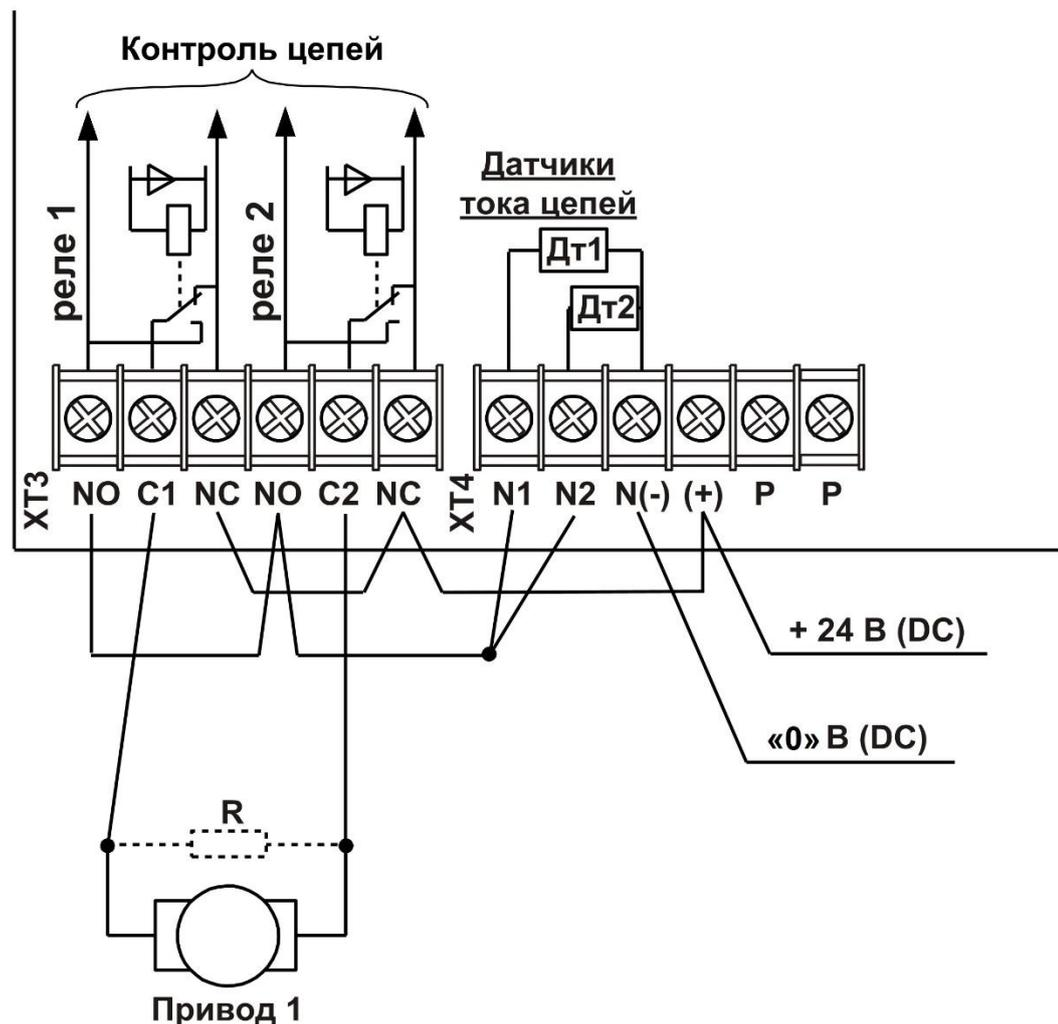

Рисунок 9 – Подключение реверсивного привода постоянного тока с переполюсовкой
- Рисунок 9 – один реверсивный привод постоянного тока с переплюсовкой напряжения.